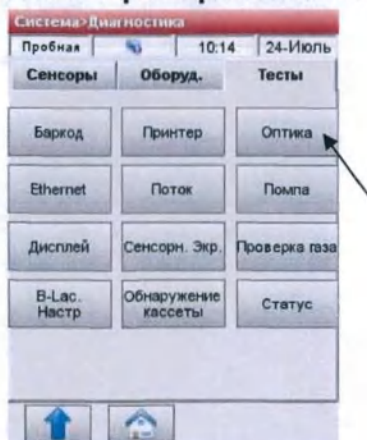

Рис.8-16 Тест оптики
- Нажмите <Оптика>, чтобы начать тестирование (Рис.8-16).